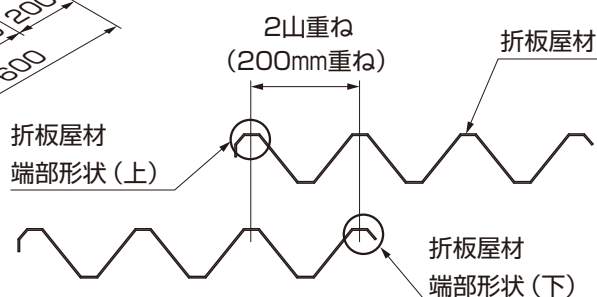

図16-6 折板屋根材の上下
- 標準L54、L60の場合、正面から2枚目は2山（200mm）重ね合わせてください。（図16-6参照）
- 折板屋根材の端部形状には上下がありますので、図16-6にしたがって重ねあわせてください。